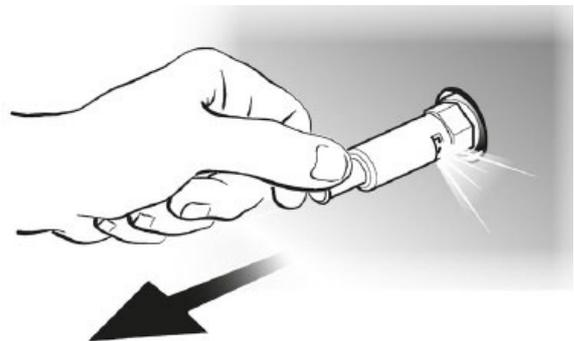

Abb. 15: Sicherheitsventil mit Schelle
**Version B (Sicherheitsventil mit Schelle, Abb. 15)**